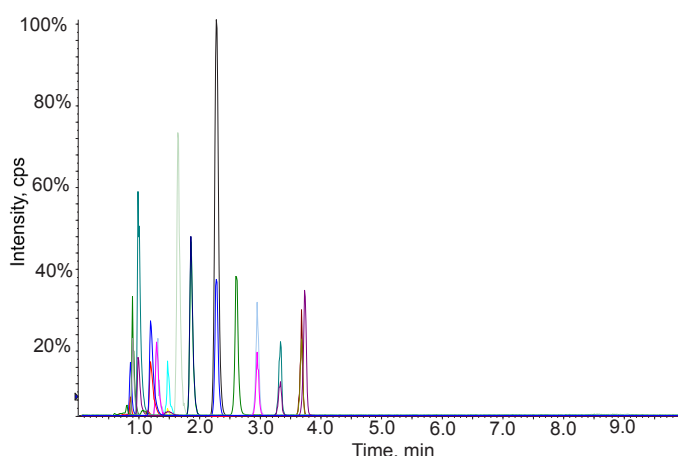

图2. 13种卤代酰胺色谱图。
- 高通量, 一针10分钟, 同时测定自来水中13种卤代酰胺并准确定量(图2)。